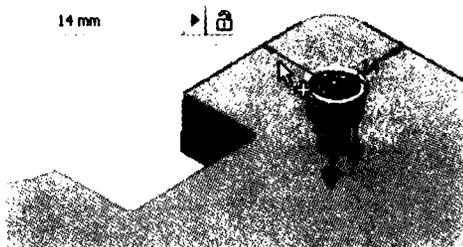

Рис. 7.11. Размещение отверстия, основываемся на кромках детали
5. Щелкните по кромке, как показано на рис. 7.11, и установите значение 14 мм.